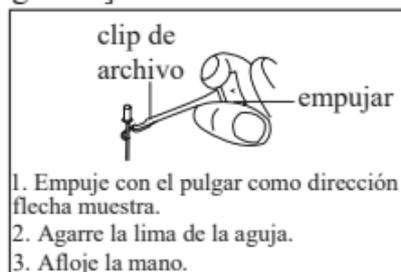

Imagen 16
4.2.5 Recorte el archivo con el clip de archivo, acérquese al ápice, luego habrá continua alarma cuando la distancia es inferior a 2 mm [Imagen 16].